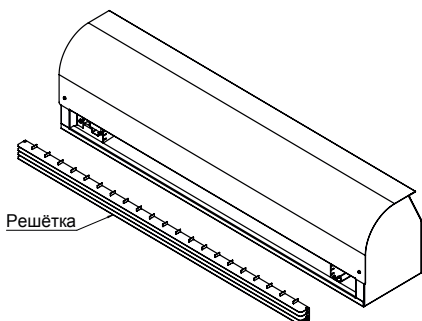

Рисунок 5
- Демонтировать решетку из завесы (см. рисунок 5).